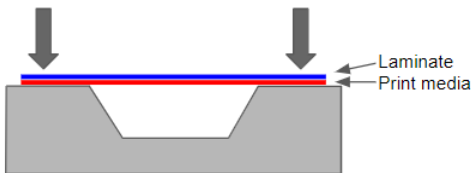

Abbildung 1
- 1) Positionieren Sie die Folie über den gesamten Oberflächenbereich, und verkleben Sie sie mithilfe einer Rakel auf der Oberfläche. Fixieren Sie die Kanten sicher, bevor Sie die Folie in die Sicke kleben. *Abbildung 1*